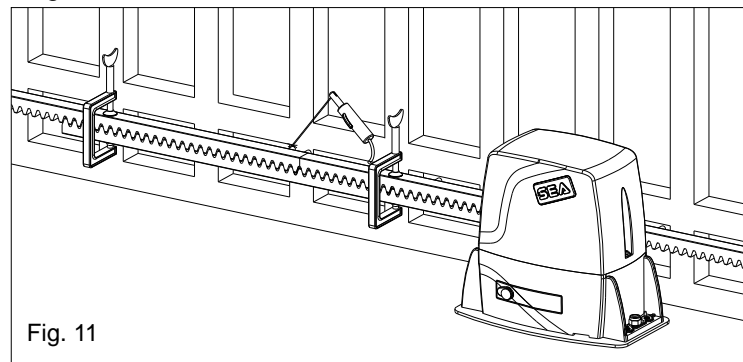

Fig. 11
6.4. Controlar que todos lo elementos de la cremallera resulten perfectamente alineados y posicionados correctamente (dentaduras en fase). Se aconseja de contraponer a dos elementos sucesivos un tercer elemento como indicado en la Fig. 11;